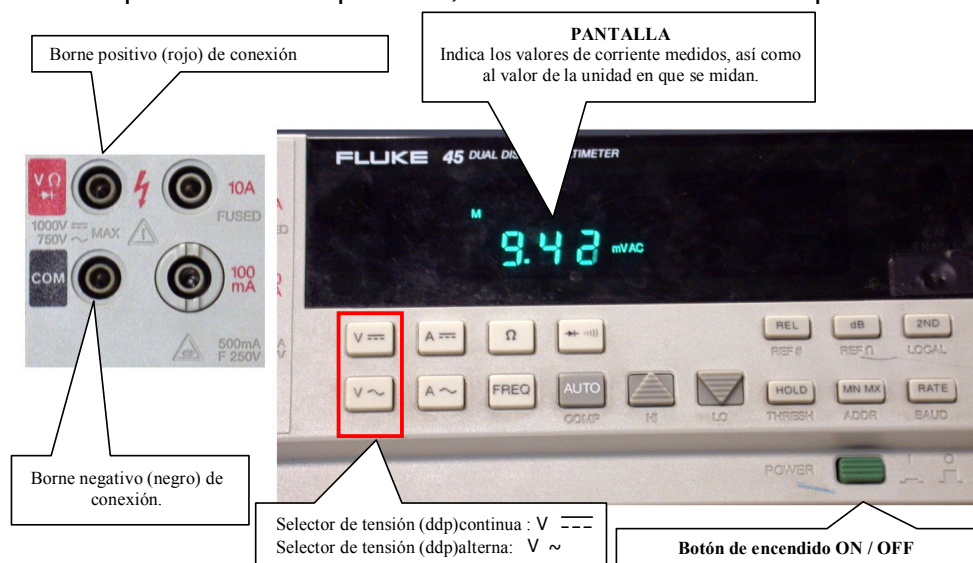

Figura 24: multímetro digital Fluke: detalle de los conectores, y mandos utilizados para la medida de diferencias de potencial.
1. Se conecta el multímetro Fluke (Figura 24) a través de los conectores **COM** y **VΩ** en paralelo con la diferencia de potencial que se desee medir en el circuito correspondiente.